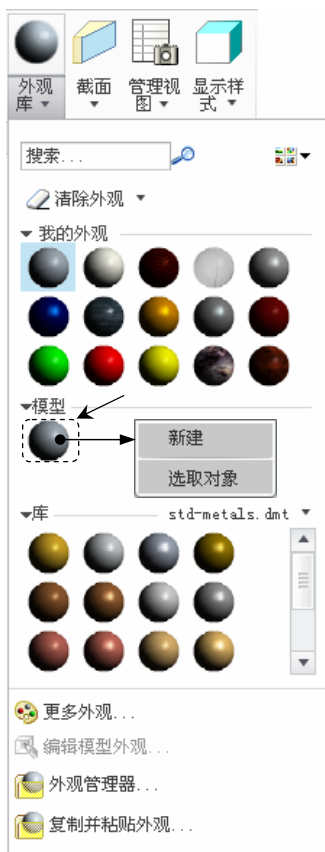
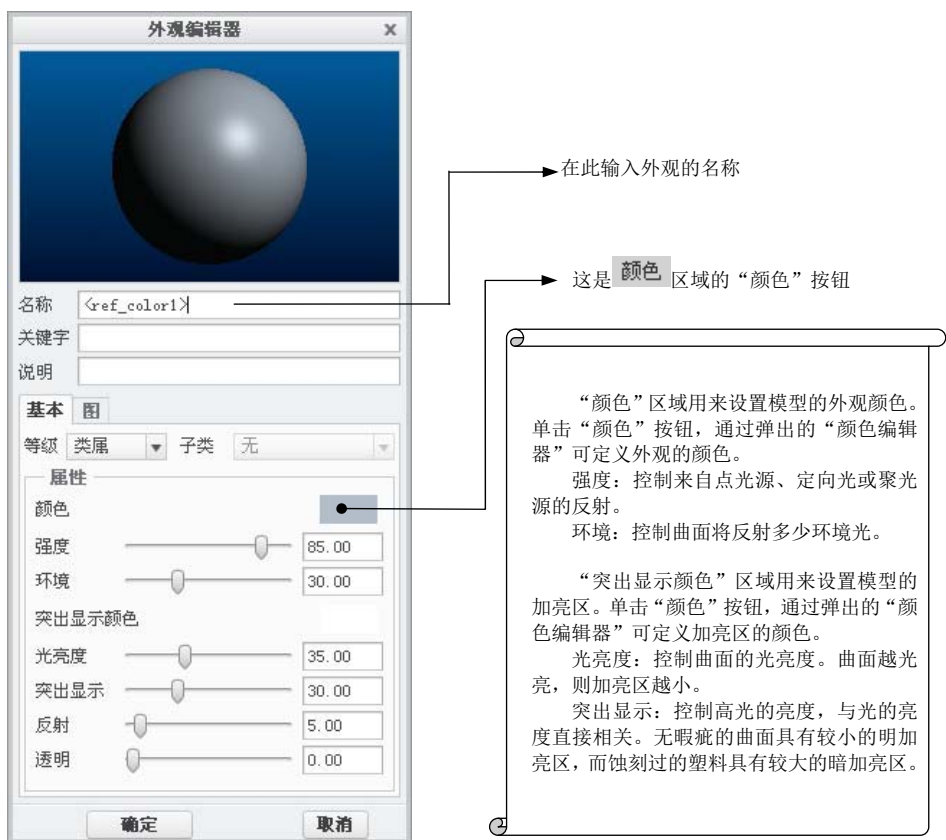

图 7.8.1 “外观颜色”对话框
图 7.8.2 “外观编辑器”对话框（“基本”选项卡）
Step2. 单击 **视图** 功能选项卡 **模型显示** 区域中的“外观库”按钮 ，此时系统弹出图 7.8.1 所示的“外观颜色”对话框。
(1) 在弹出的图 7.8.1 所示的“外观颜色”对话框的 **模型** 中右击，在弹出的快捷菜单中选择 **新建** 命令，此时系统弹出图 7.8.2 所示的“外观编辑器”对话框，并输入新增加的外观名称。
① 单击“颜色”区域中的“颜色”按钮，如图 7.8.2 所示。
③ 定义了外观颜色后，在图 7.8.2 所示的“外观编辑器”对话框中，通过“颜色”区域的滑块可以调整光线对模型外观颜色的影响。